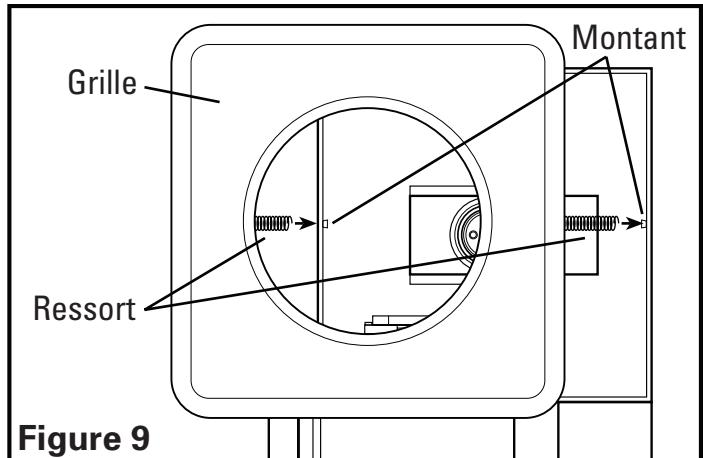

Figure 9
2. Sortir la grille de la boîte et attacher les ressorts de la grille sur les montants des deux côtés du châssis (**Figure 9**).